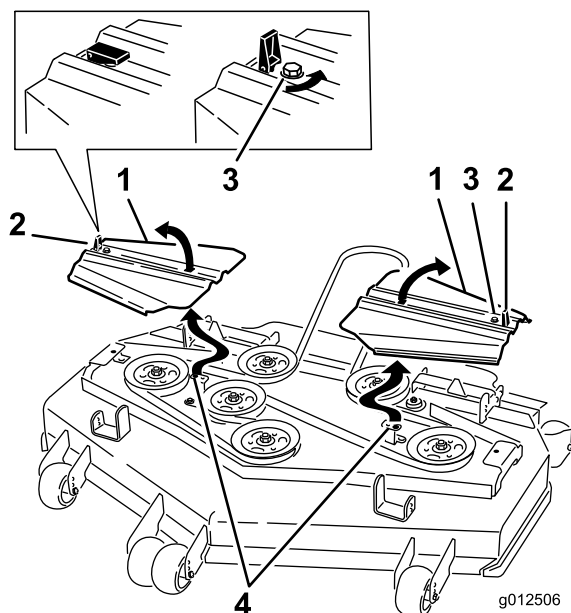

Figura 86
14. Montate i copricinghia inserendo le linguette nelle fessure. Montate il coperchio e chiudete i fermi (Figura 86).